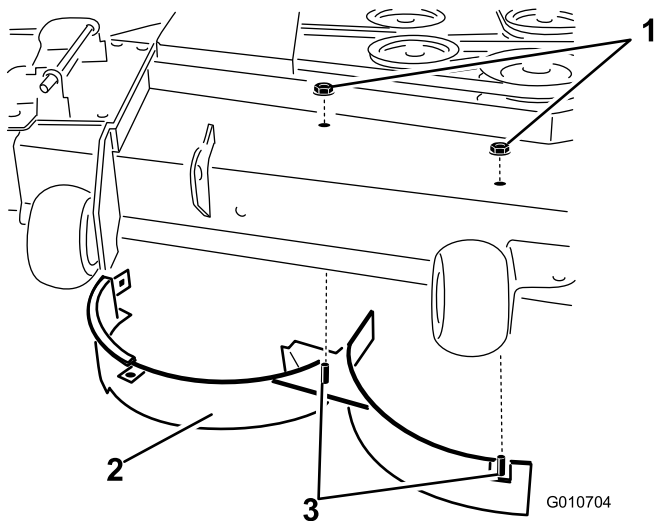

Figure 35
- Retirez les deux contre-écrous (5/16") qui fixent les montants soudés du déflecteur droit sur le dessus du plateau de coupe, au centre et à droite du centre (Figure 35).
- Retirez le boulon de carrosserie et le contre-écrou qui fixent le déflecteur droit sur le haut du plateau de coupe. Déposez le déflecteur droit du plateau de coupe (Figure 35).